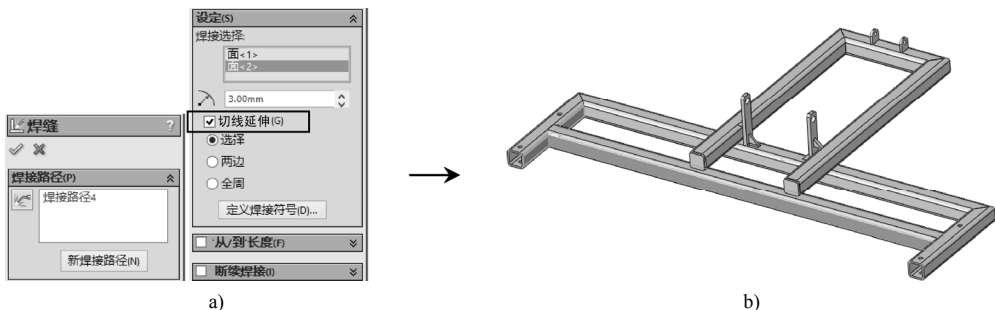

图 6-92 创建“圆角焊缝”操作
STEP 13 单击“焊件”工具栏中的“焊缝”按钮，打开“焊缝”属性管理器，设置“圆角大小”为 3mm，选择相邻的两个构件面，创建圆角焊缝，效果如图 6-92 所示。